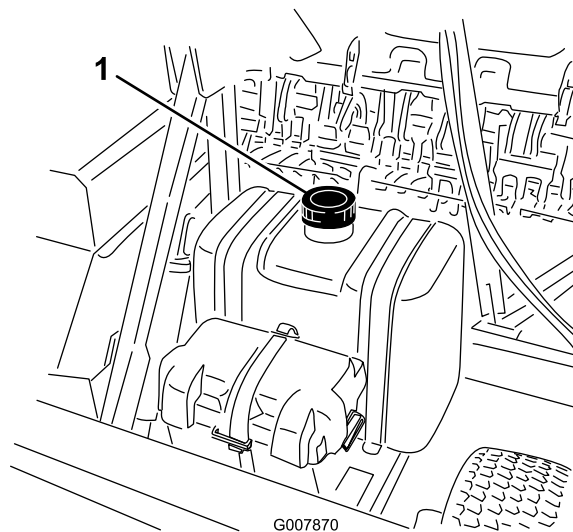

Figura 28
2. Limpie la zona alrededor de cada tapón del depósito de combustible (Figura 28) y retire el tapón.